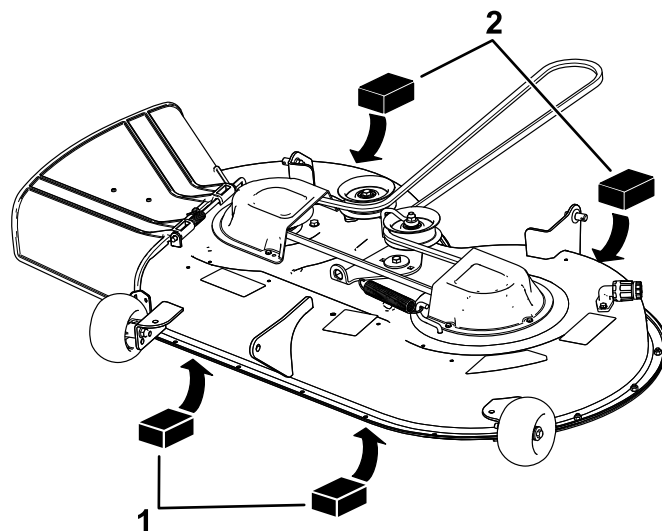

Figura 60
4. Coloque dos bloques de 6.6 cm (25/8" de grosor debajo de cada lado del borde delantero de la carcasa, pero no debajo de los soportes de los rodillos protectores del césped (Figura 60).
5. Coloque dos bloques de 7.3 cm (27/8" de grosor debajo del borde trasero del faldón de la carcasa de corte, uno en cada lado de la carcasa de corte (Figura 60).